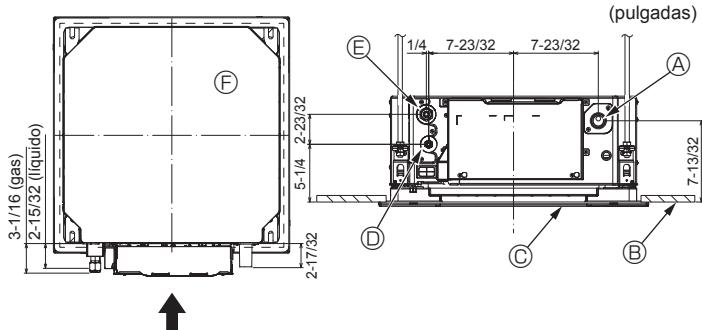

Fig. 5-7
5.4. Ubicación de los tubos de refrigerante y drenaje (Fig. 5-7)
- (A) Tubo de drenaje
- (B) Techo
- (C) Rejilla
- (D) Tubo de refrigerante (líquido)
- (E) Tubo de refrigerante (gas)
- (F) Unidad principal